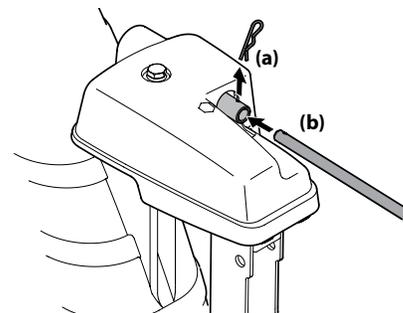

Figure 2-17
5. Retirez la goupille fendue (a) qui se trouve à l'arrière de la tête de commande de la goulotte. Voir Figure 2-17.
6. Insérez la tige de commande (b) à l'arrière de la tête de commande. Voir Figure 2-17. Fixez la tige de commande à l'aide de la goupille fendue (a) retirée à l'étape 5.